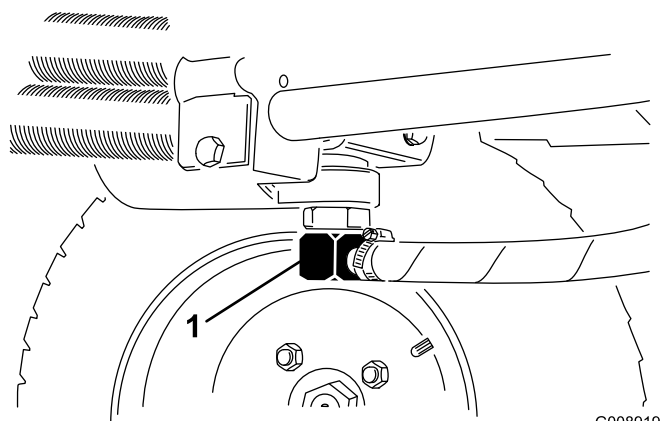
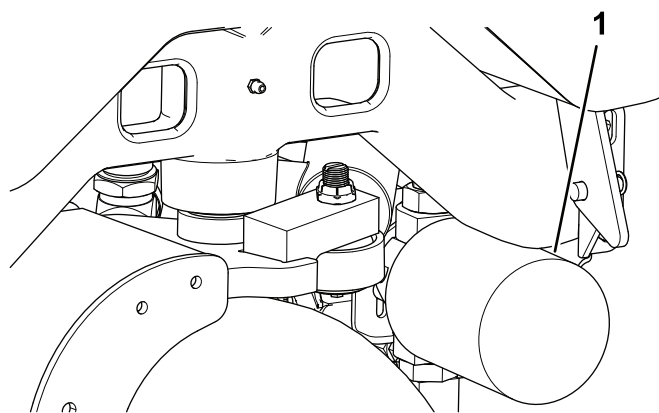

図 75
図 76
3. 油圧ラインの接続部 図 75 または油圧フィルタ 図 76 を外し、流れ出すオイルを容器に受ける。